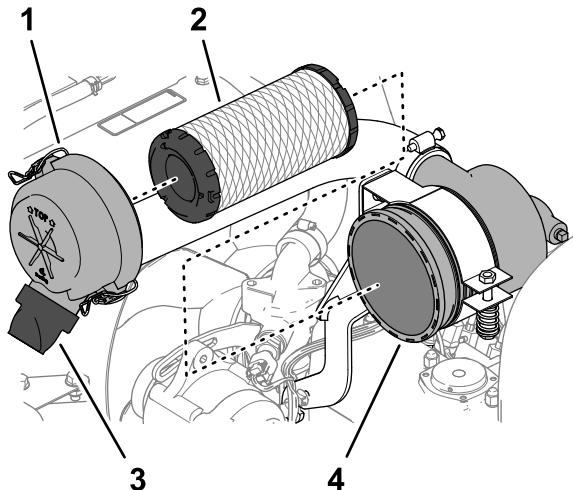

图 76
3. 松开将空气滤清器盖固定到空气滤清器壳体上的闩锁 图 76。
6. 拆下滤清器滤芯 图 76。
7. 从空气滤清器盖的灰尘弹射口上拆下橡胶排气阀 图 76。